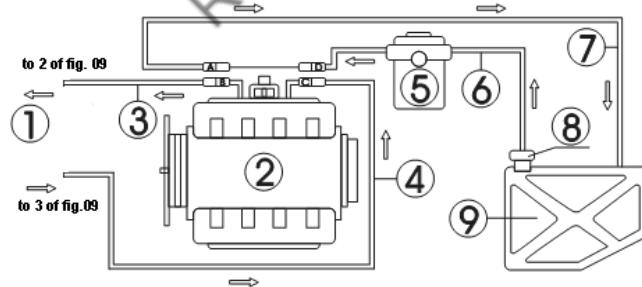

Рис. 09
Подключение шлангов двигателя с возвратным шлангом, как показано на Рис. 09.
- 1) Отсоединить соединения шлангов подачи топлива (C, D) и шлангов возврата топлива (A, B) топливной системы двигателя (при отсоединении соединителя обернуть его куском ткани). Подобрать необходимые соединители и подсоединить их к концу шланга В и к концу шланга С отдельно, а затем подсоединить другие концы к соответствующему возвратному шлангу и выпускному шлангу установки. См. Рис. 09.